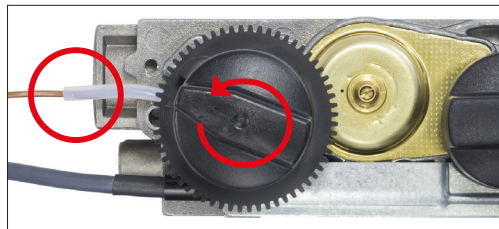

Abb. 4
2. Achten Sie darauf das Kapillarrohr nicht zu beschädigen (siehe Abb. 4).
3. Drehen Sie den Temperaturknopf gegen den Uhrzeigersinn in die Endposition (siehe Abb. 4).